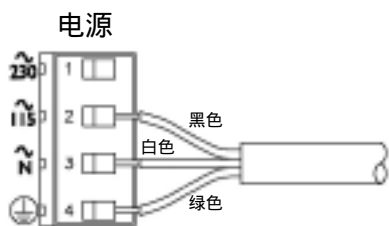

图 2-16
- 无字母前缀序列号分析仪的TB3 上的“ground symbol”（接地符号）接线端1（图2-16、2-17 或2-18）